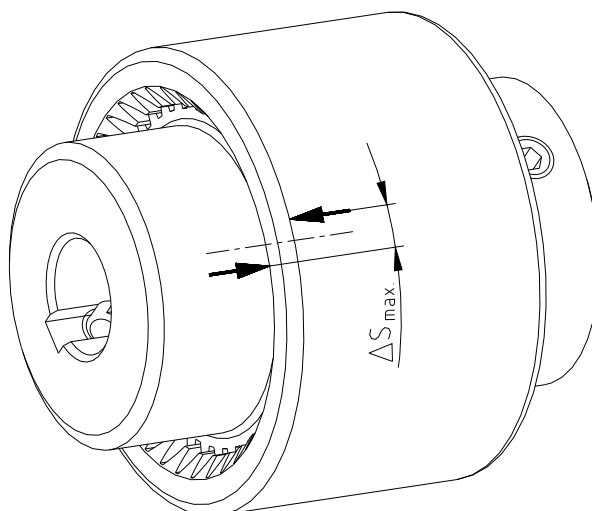

Figura 13: Marcação no cubo e na tampa/luva
- Marcar luva e cubo (ver figura 13).